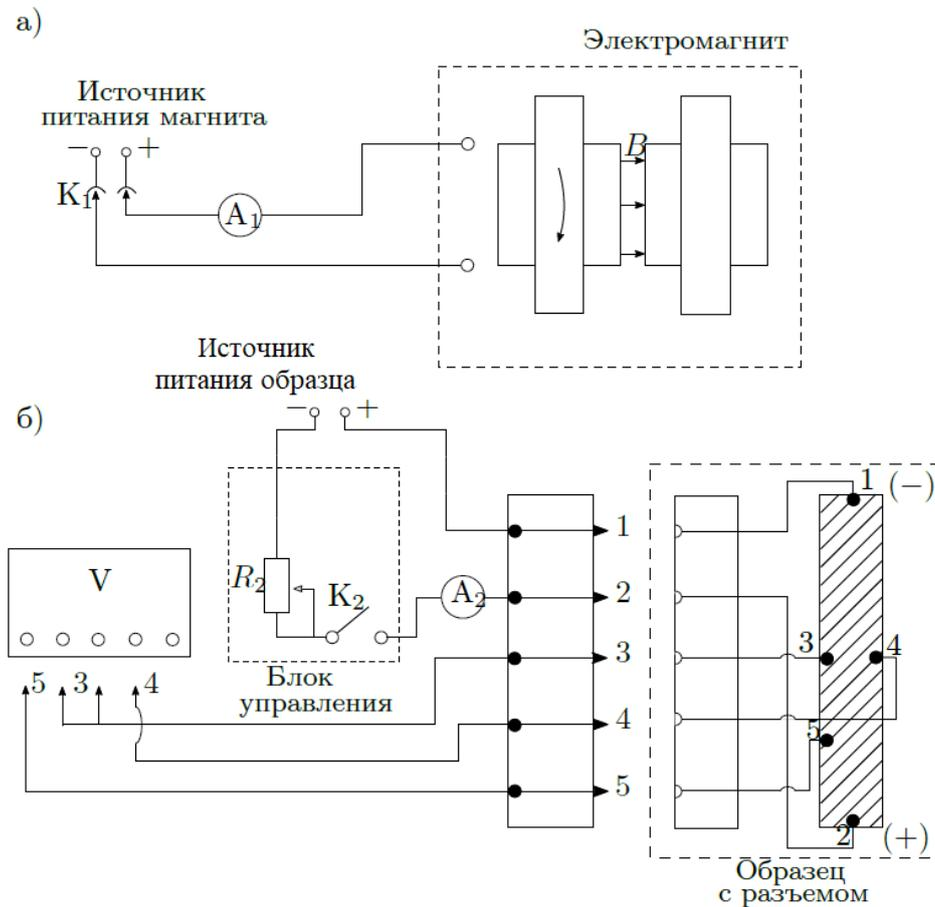

Рис. 1: Схема установки для исследования эффекта Холла в полупроводниках
Электрическая схема установки для измерения ЭДС Холла представлена на рис. 1. В зазоре электромагнита (рис. 1а) создаётся постоянное магнитное поле, величину которого можно менять с помощью регулятора источника питания электромагнита. Ток питания электромагнита измеряется внешним амперметром А1. Направление тока в обмотках электромагнита меняется переключением разъёма К1.
Прямоугольный образец из легированного германия, смонтированный в специальном держателе (рис. 1б), подключается к источнику питания образца. При замыкании ключа К2 вдоль длинной стороны образца течёт ток, величина которого регулируется на источнике питания образца и измеряется миллиамперметром А2.
2. Соберите установку согласно схеме на рис. 1, подключите к вольтметру контакты 3 и 4. Убедитесь, что источник питания электромагнита выключен, включите амперметры и вольтметр.
Направление тока в образце показано знаками «+» и «-» на рис. 1. Направление тока в обмотках электромагнита при установке разъёма K_1 в положение 1 показано стрелкой на торце магнита.